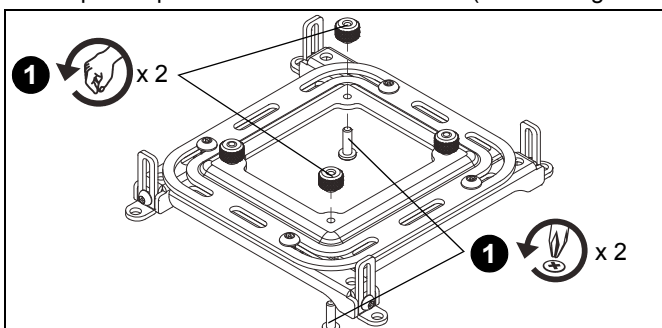

Figura 16
1. Retire dos tornillos de ajuste manual y dos tornillos Phillips en esquinas opuestas de la interfaz universal. (Consulte Figura 16)